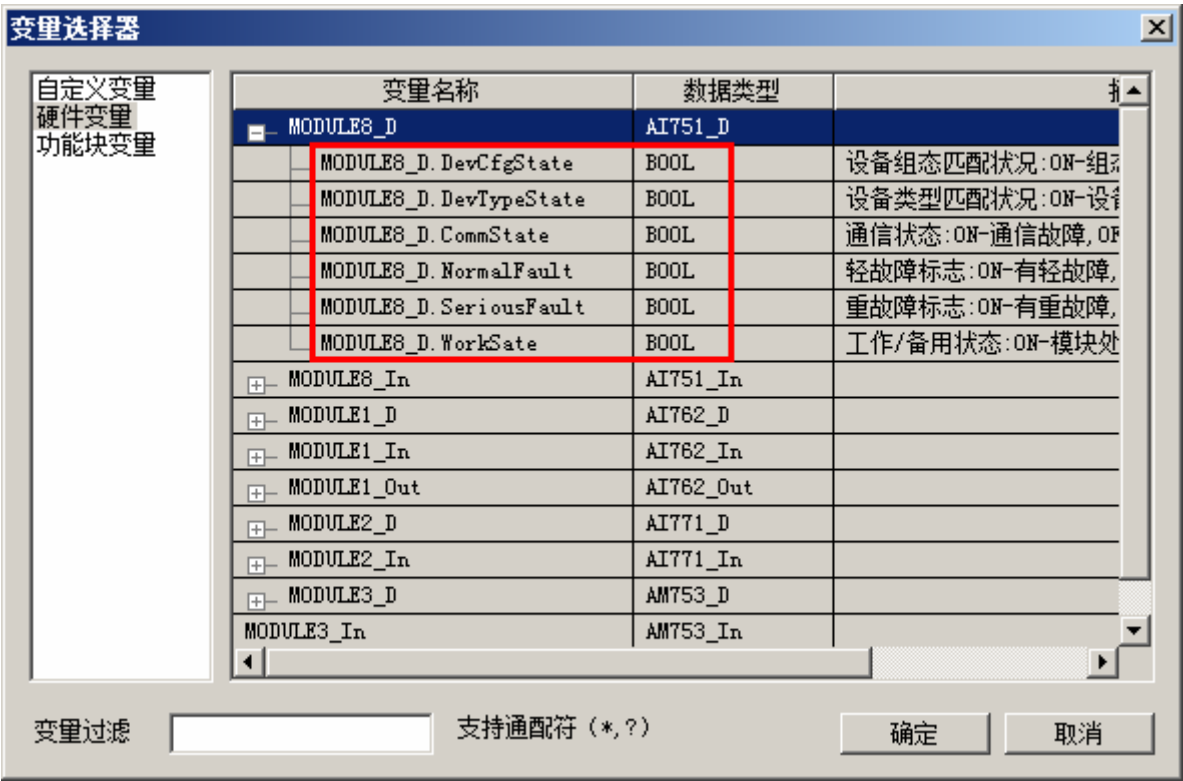

图 5-13 变量选择器
2. 点击“添加”，打开“变量选择器”，如图 5-13所示，在变量选择器中选择一个需要的自定义变量、硬件变量或功能块变量。